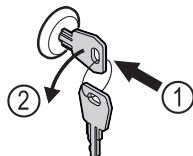

Fig. 207
- ▶ Вставьте ключ. Fig. 207 (1)
- ▶ Поверните ключ на 90° против часовой стрелки. Fig. 207 (2)